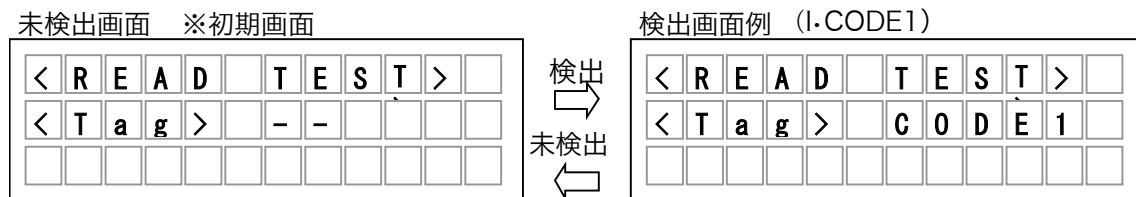

図 2-10 Test 画面
- ① まず最初に〔SET〕キーを押します。
- ② 〔SET〕キーを押した状態のまま〔PW〕キーを押し、起動画面が表示してからすぐに〔PW〕キーを離します。このとき、〔SET〕キーは押し続けます。
- ③ 〔SET〕キーを押し続けて 5 秒経過した時点で、図 2-10 の画面になり Test モードに入ります。